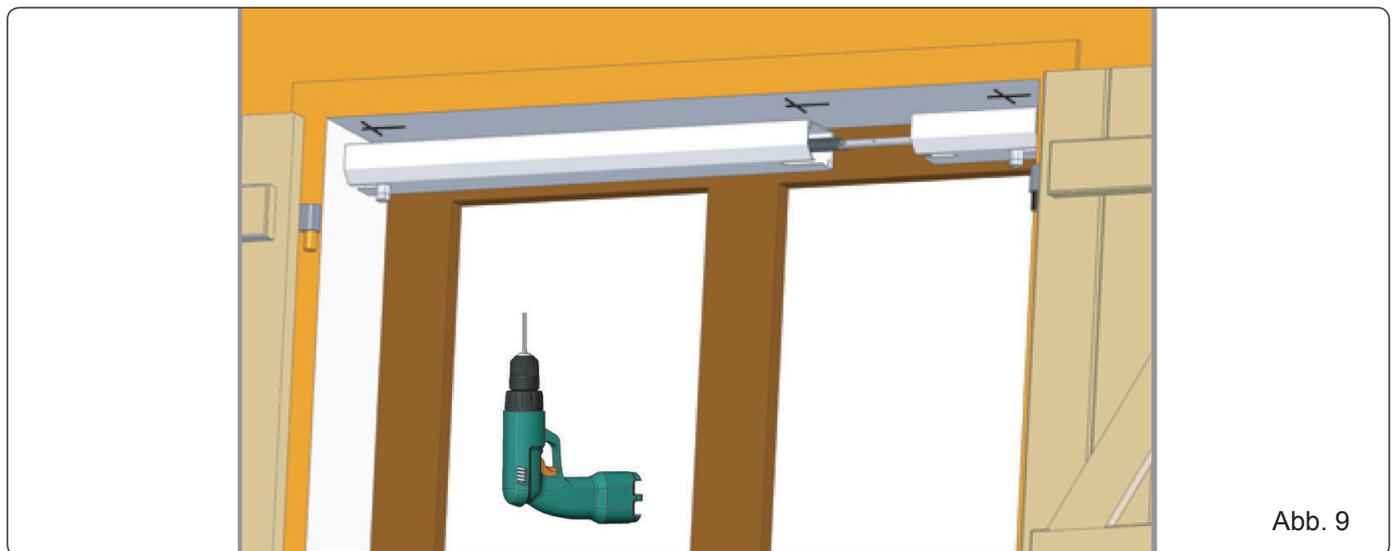

Abb. 9
- 1) Die Teile zusammenbauen und sie unter dem Sturz oder auf dem Fensterbrett positionieren (auf der Abbildung 9 Montage am Sturz).